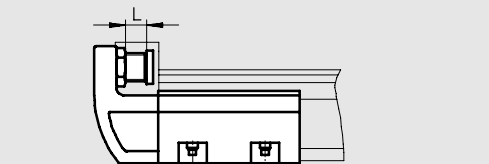

Bild 4 / Fig. 4
- der zul. justierbare Endlagenbereich L (→ Bild 4/5) des Anschlags zur Feineinstellung der Endlage.